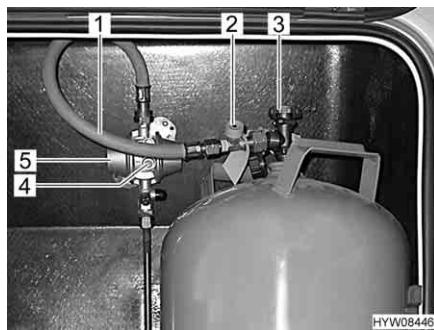

Fig. 114 Raccordo bombola del gas
- Chiudere la valvola principale di arresto (Fig. 114,3) della bombola del gas. Osservare la direzione della freccia.
- Svitare manualmente il tubo del gas (Fig. 114,1), dalla bombola del gas (filettatura sinistrorsa).
- Premere con forza il dispositivo antirottura della tubazione (Fig. 114,2) e tenerlo premuto per ca. 5 secondi.
- Premere con forza il pulsante verde (Fig. 114,4) del regolatore di pressione del gas (Fig. 114,5) e tenerlo premuto per ca. 5 secondi. La sorveglianza della pressione è attivata.